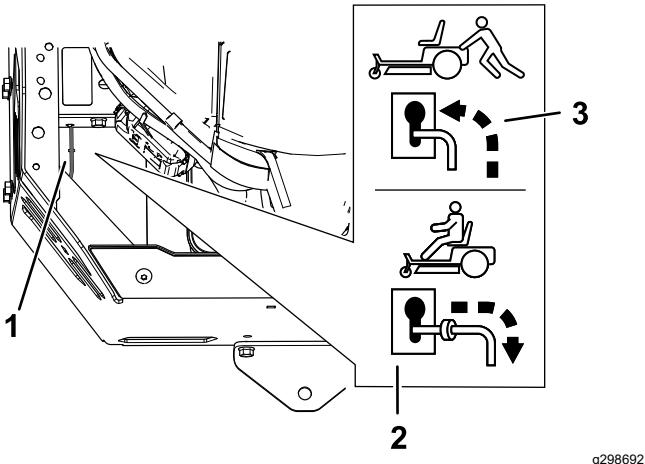

Figure 27
4. Déplacez les leviers de dérivation en avant dans la fente, puis vers le bas pour les verrouiller en position (Figure 27).
Déplacez les leviers de dérivation en arrière dans l'encoche en trou de serrure, puis vers le bas pour les verrouiller en position, comme montré à la Figure 27.